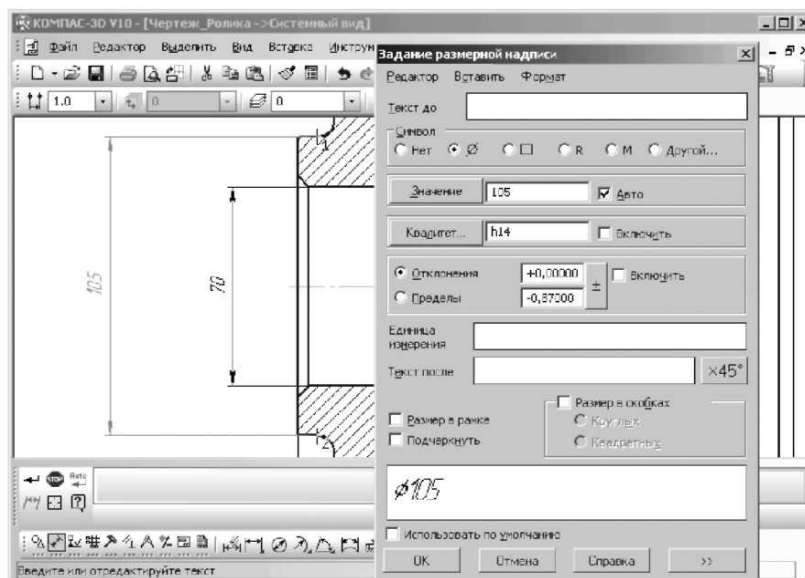

Рисунок 4.10 Діалогове вікно **Создание размерной надписи** для настроювання розмірного напису діаметра бобишки
– клацніть у діалоговому вікні **Задание размерной надписи** в розділі **Символ** по перемикачу зі значком діаметра - \varnothing . У поле перегляду перед розміром діаметра з'явиться знак діаметра. Цей стан системи показаний на рис. 4.10;